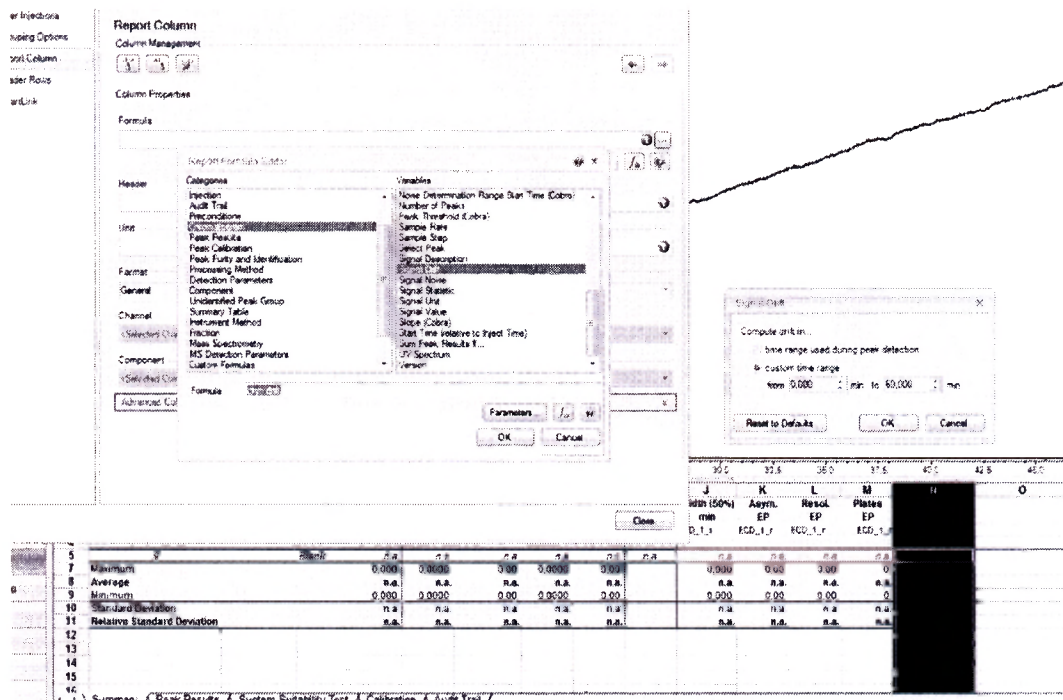

Рис. 4
2.2 Добавляют характеристики для расчета дрейфа согласно рис. 4.